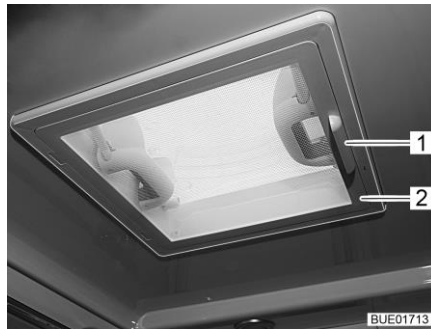

Bild 84 Taklucka med snäpplås
- Sväng ned insektsskyddet (Bild 84,2) med handtaget (Bild 84,1).